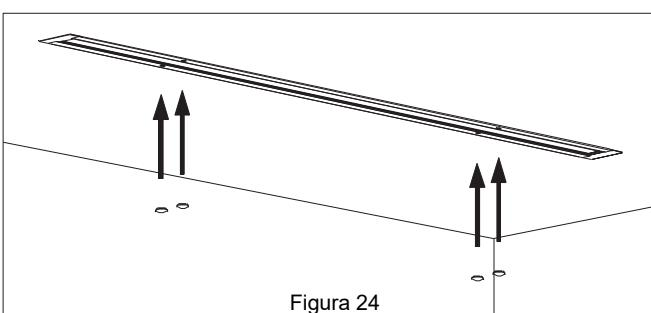

Figura 24
7. Instala tapones de goma para ocultar las cabezas de los tornillos. *Ver Figura 24.*